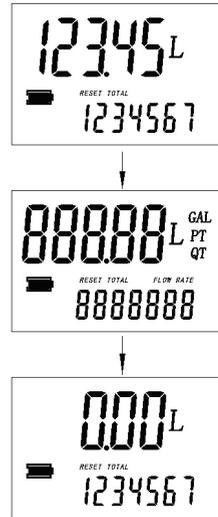

Fig. 4
• Réinitialiser le total actuel (voir Fig. 4)